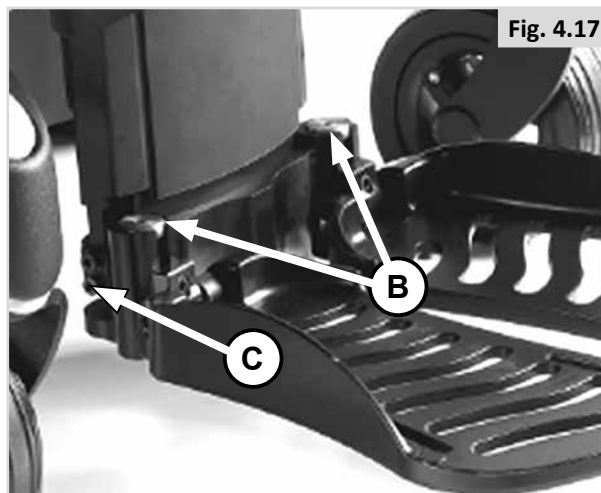

Fig. 4.17
4.6.1 Réglage de la longueur du segment jambier (Fig. 4.17) :
- Desserrez les vis et sortez-les (2 vis du bas) des deux côtés des palettes. (C).
- Resserrez les vis. (C).